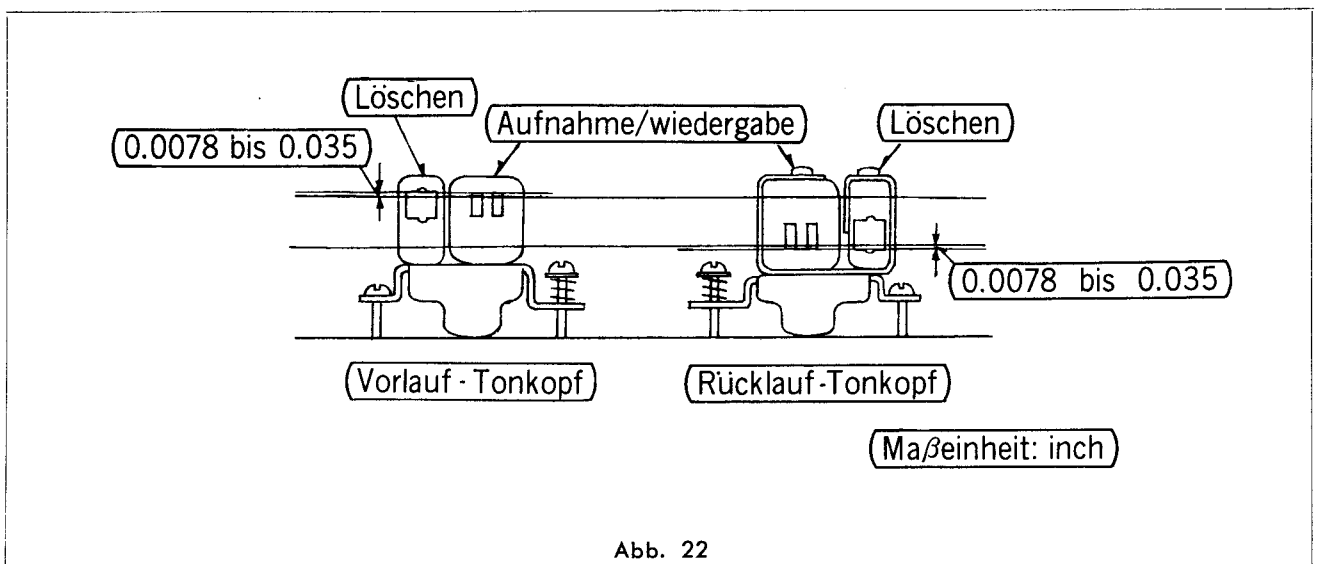

Abb. 22
- Das Niveau der Tonköpfe (in Beziehung zum Löschkopf) justieren wie auf Abb. 22 gezeigt. Zu einer schnellen Prüfung die Andruckfilze mit den Fingern anheben und auf die Lage des Magnetbandes bezüglich des Tonkopfes achten.